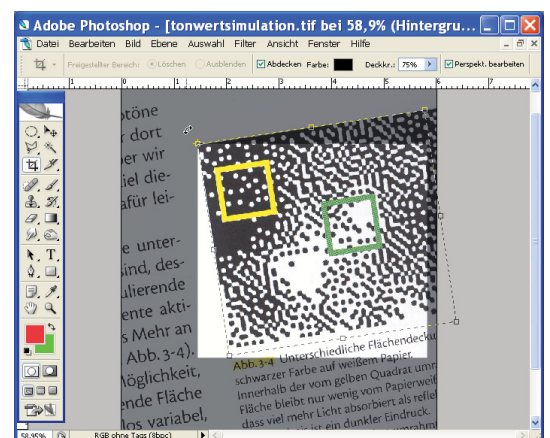

Abb. 11-51: Auswahlrechteck um die linke obere Ecke drehen
- Die **P OPTIONEN** zeigt jetzt andere Einstellmöglichkeiten an: Die Option *Perspektivisch bearbeiten* ist zu deaktivieren (Abb. 11-51).